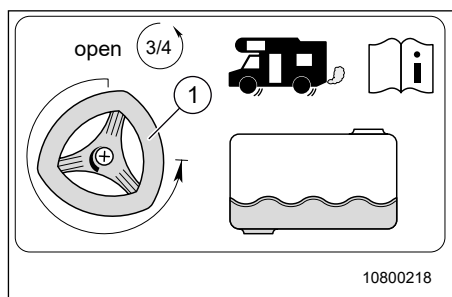

Fig. 98 Diminution de poids
→ Vous trouvez toutes les informations concernant la diminution de poids en mode Route sur Fig. 98 à la page 112.
- pour diminuer le poids sur 20 l, tourner le robinet de vidange (Fig. 98, pos. 1) 3/4 de tours dans le sens anti-horaire.